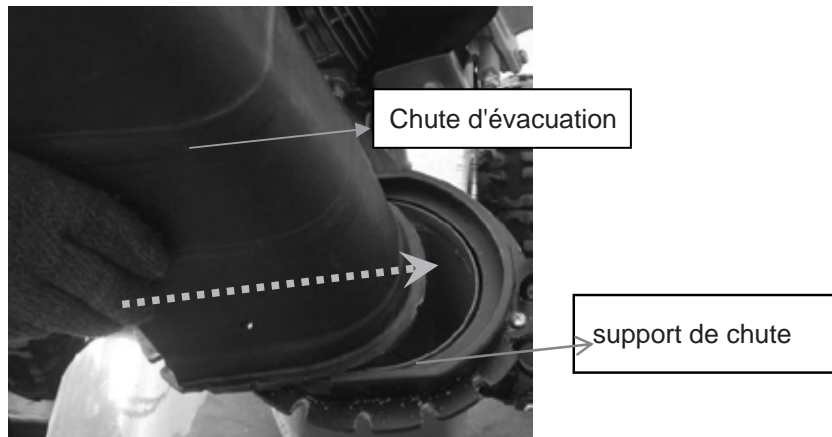

Fig.4
2. Placez la chute dans le cadre tel qu'illustré. (Fig. 4)